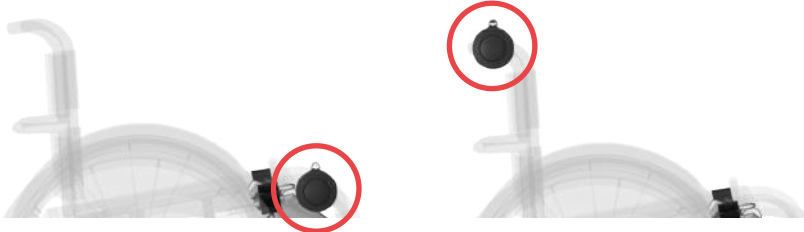

Figura 9
- Individuare la posizione di montaggio più comoda, raggiungibile ove installare il controller (Figura 9).